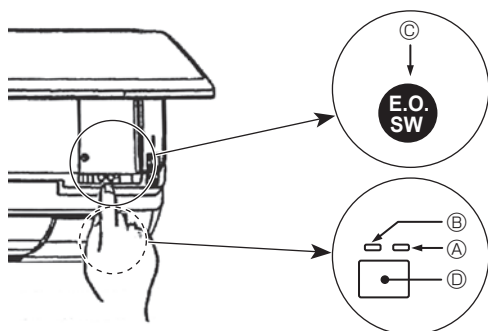

Fig. 5-2
- Para detener el funcionamiento, pulse el botón ③ o el botón ④ durante más de 2 segundos.
[Fig.5-2] ① Luz DEFROST/STAND BY (DESCONGELACIÓN/RESERVA) (Naranja)
② Luz de funcionamiento (Verde)
③ Interruptor de funcionamiento de emergencia (calefacción/refrigeración)
④ Receptor
- Compruebe "COOL/HEAT" con la pantalla del monitor de funcionamiento. (La pantalla aparecerá de color naranja ① durante 5 segundos tras el accionamiento del interruptor.)